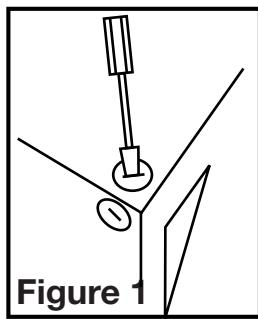

Figure 1
- Choisir un emplacement pour votre ventilateur. Pour garantir la meilleure qualité d'air et performance acoustique, il est recommandé que la longueur de la canalisation et le nombre de coude soient réduits au minimum, que le rayon de chaque coude soit aussi grand que possible pour l'installation, et que des conduits rigides isolés soient utilisés. Ce ventilateur nécessitera au moins 20,3cm (8po) de dégagement dans le plafond ou le mur, et s'installe aux traverses de cloison sèche d'une épaisseur de jusqu'à 1,9cm(3/4po). Le ventilateur s'installe entre 40,6cm ou 61cm (16po ou 24po) au centre des solives à l'aide des quatre (4) traverses de montage incluses.
- Sélectionner l'alvéole défonçable la mieux appropriée et l'enlever à l'aide d'un tournevis à lame plate (**Figure 1**).